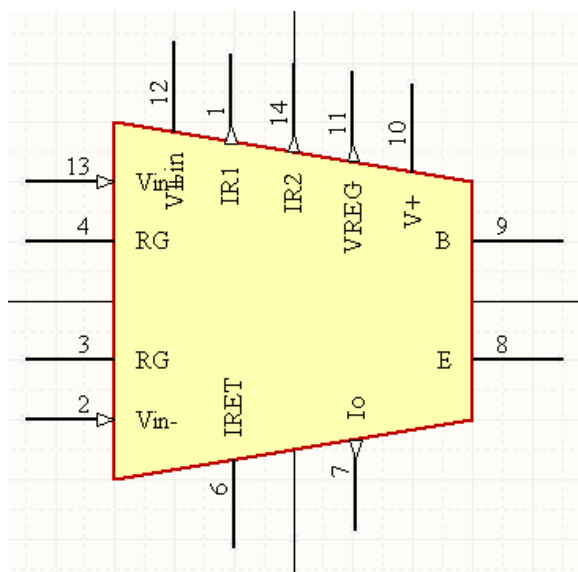

图 5.13 编辑完成的引脚
(20) 各引脚属性编辑完成后，单击“OK”按钮，关闭“Component Pin Editor”对话框，此时 XTR105P 的原理图如图 5.13 所示。